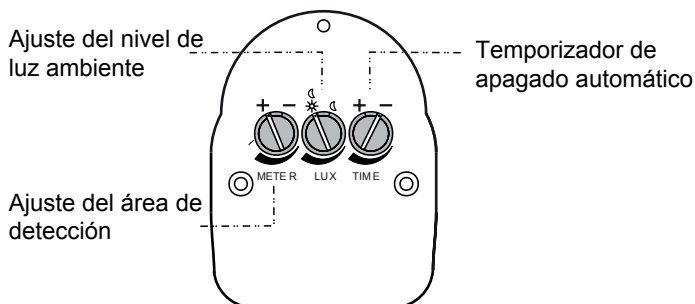

FIG. 11
Selectores METER - TIME - LUX (Ver FIG. 11)
7. Ajuste con cuidado el mando TIME; la posición “-” corresponde al mínimo tiempo de encendido de la luz, 6 segundos y la posición “+” al máximo, unos 12 minutos. (Ver FIG.11).
8. Mediante el mando Lux ajuste a qué nivel de luz quiere que se encienda la iluminación. El detector viene ajustado de fábrica en la posición “☀”. “☀” correspondería a nivel de luz que encontramos en un día soleado y “☾” la luz del atardecer. (Ver Fig.11).